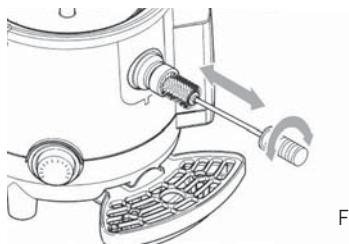

Fig. 25
**Attention: employer le goupillon fourni en dotation uniquement pour nettoyer le canal de liaison entre la cuve et le robinet (voir paragraphe 7.5 figure 25) et ne pas l'utiliser pour les autres composants.**